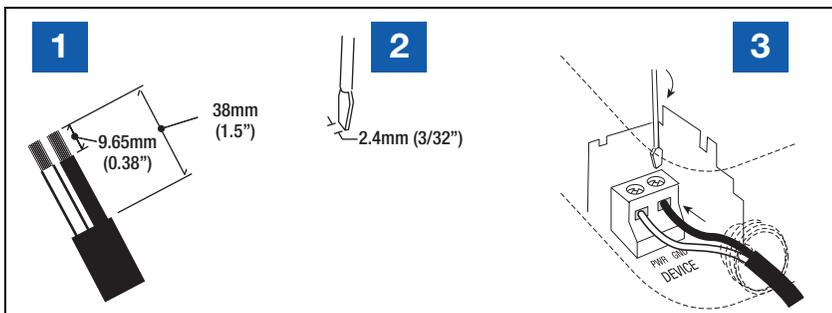
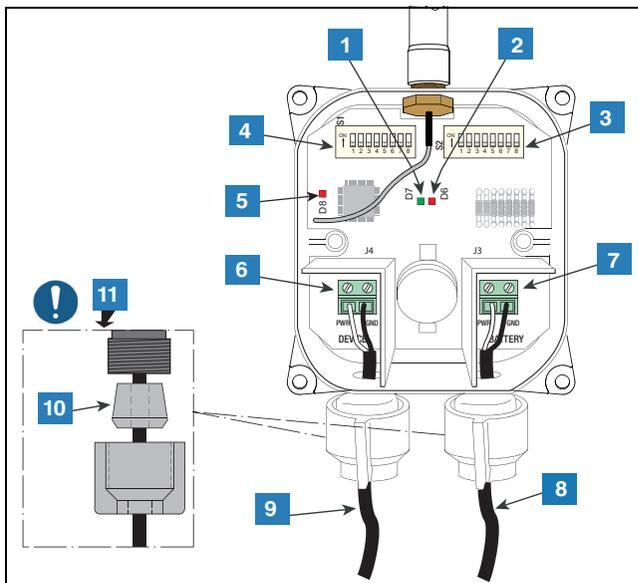

Figura 41. Cableado típico de entrada al bloque de terminales del transmisor
Figura 42. Conexión de los cables del dispositivo y de alimentación al transmisor
3. Tome las dos tuercas de sujeción del cable y los dos casquillos del juego del hardware de instalación. Deslice la tuerca y luego el casquillo en cada cable en la orientación que se muestra en la Figura 42. Compruebe que el cono del casquillo esté orientado como se muestra en la Figura 42 para asegurar un sellado correcto.
4. Conecte el cable del protector contra sobretensiones al bloque de terminales DEVICE (blanco a PWR y negro a GND) y el cable de alimentación al bloque de terminales BATTERY (blanco a PWR y negro a GND) como se muestra en la Figura 41 y en la Figura 42. Apriete a mano ambas tuercas de sujeción del cable de entrada hasta que los cables queden firmemente sujetos. Tire de los cables para comprobar que las tuercas y los casquillos alivian la tensión de las conexiones de los cables/terminales.
LEYENDA PARA LOS CUADROS NUMERADOS DE LA FIGURA 41
LEYENDA PARA LOS CUADROS NUMERADOS DE LA FIGURA 42
3. Con la cubierta retirada del transmisor y los (4) tornillos retenidos a la cubierta por las arandelas de retención, observe los siguientes patrones de LED del transmisor (véase la Figura 42):